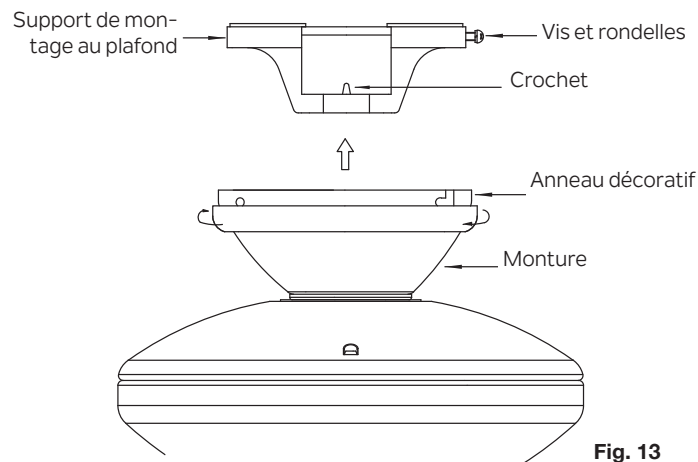

Fig. 13
Étape 3. Assurez-vous que les quatre vis de montage sont toutes bien serrées. (Fig. 13)